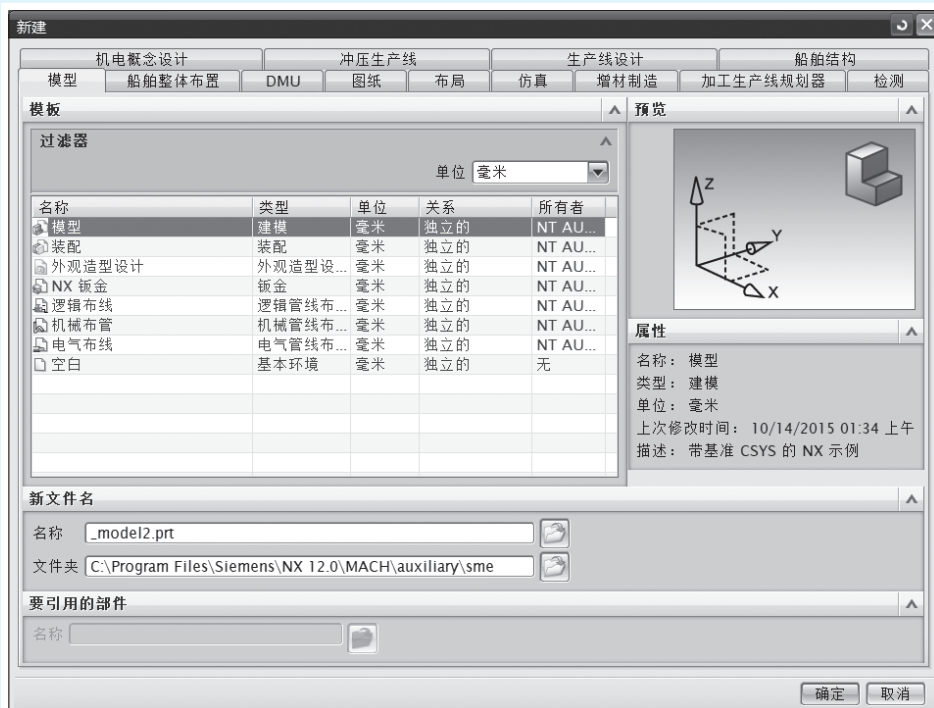

图 1-4
(1) 新建一个 UG 的 prt 文件, 执行“菜单”→“文件”→“新建”命令, 或者单击“主页”选项卡→“标准”组→“新建”按钮, 或者按 Ctrl+N 组合键, 打开如图 1-4 所示的“新建”对话框。